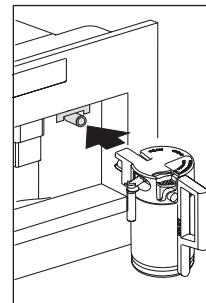

Fig. 32
- ▶ Retire el surtidor de agua caliente (Fig. 13) y fije el recipiente de leche en la boquilla (Fig. 32).